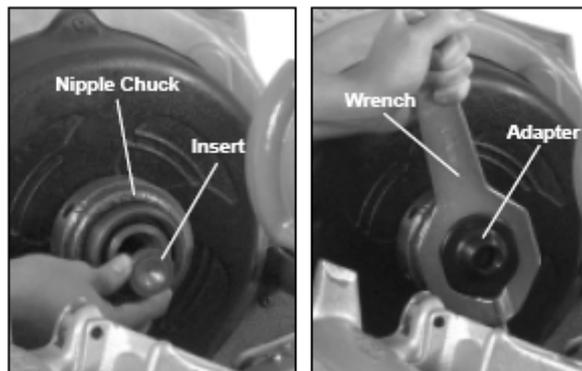

图 14 — 装入适配器
4. 选择尺寸合适的短管夹具套口，用手旋进短管夹具用扳手拧紧（见图 14-）。